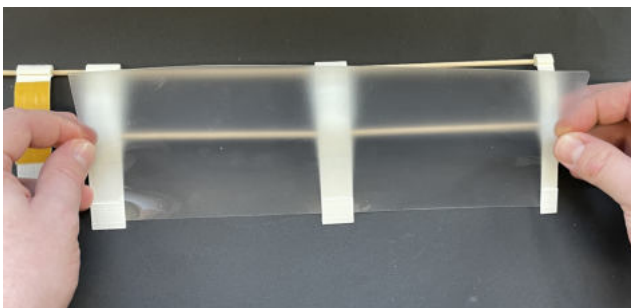

Abb. 32: Bespannen der gekrümmten Tragfläche.
- (1) Entferne für die eine Hälfte des Tragflächengerippes die Folie des doppelseitigen Klebebands.
- (2) Klemme die Laminierfolie in die hinteren Laschen des Tragflächengerippes, ohne dass die Laminierfolie das doppelseitige Klebeband berührt (Abbildung 32).